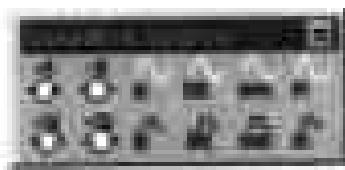

图 2-8 模拟仿真信
- 模拟仿真信号源工具栏(Simulation Sources)——在菜单栏中选择 View > Toolbars > Simulation Sources, 即可打开模拟仿真信号源工具栏(如图 2-8 所示), 其中包含了常用的方波、正弦波信号源以及稳压电源等工具。